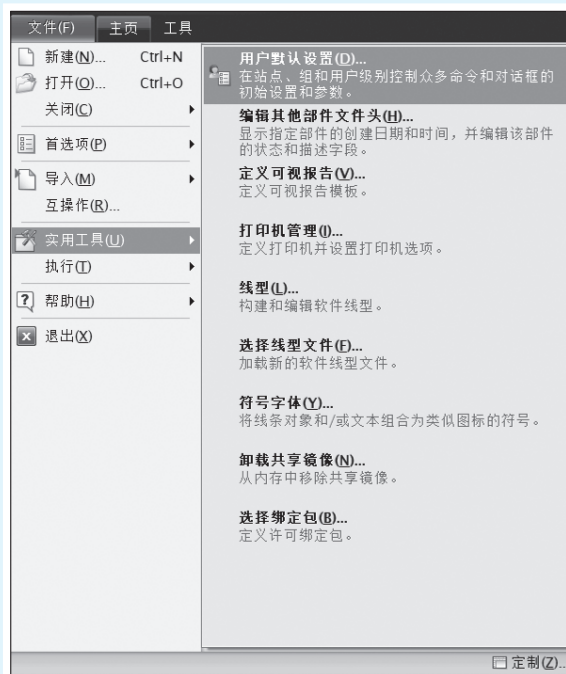

图 1-14
(1) 执行“文件”→“实用工具”→“用户默认设置”命令,如图 1-14 所示。